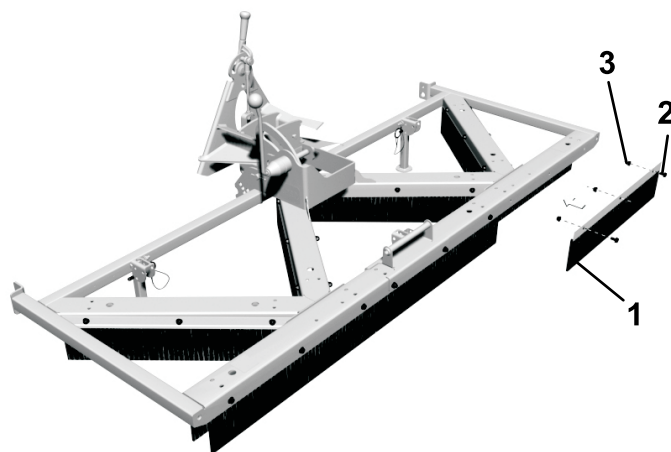

図 6
1. ターフ・グルーマ・アセンブリの側面に、ブラシを 14 個取り付け； 5/16 x 0.613 inch ボルトとワッシャ（各3）を使用する。ブラシは 図 6 のようにフランジの下に取り付ける。
重要 図 図 6 の通りに取り付けないと、ブラシ同士が干渉します。